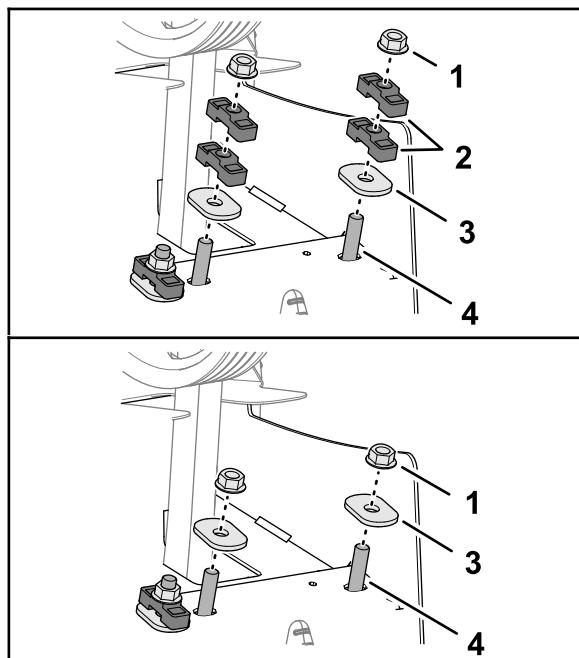

図 123
6. 硬化楕円ワッシャーとロックナットで、ダンプナシャフトとスペーサを後フレームに固定する図 123。